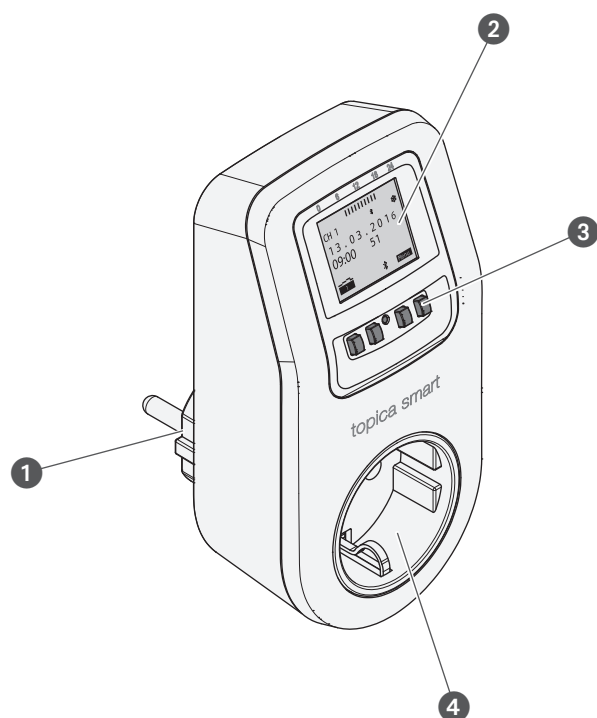

Abb. 1: Steckdoseschaltuhr
Die Steckdoseschaltuhr ist eine Schaltuhr, die mit dem Netzstecker (Abb. 1/①) in eine Netzsteckdose gesteckt wird. Das jeweils in die Steckdose (Abb. 1/④) eingesteckte Gerät wird angesteuert. Die Steckdoseschaltuhr kann über ein Display (Abb. 1/②) mit 4 Bedientasten (Abb. 1/③) bedient werden. Die Steckdoseschaltuhr kann manuell oder über ein mobiles Gerät programmiert werden. Das mobile Gerät und die Steckdoseschaltuhr werden über Bluetooth miteinander verbunden.